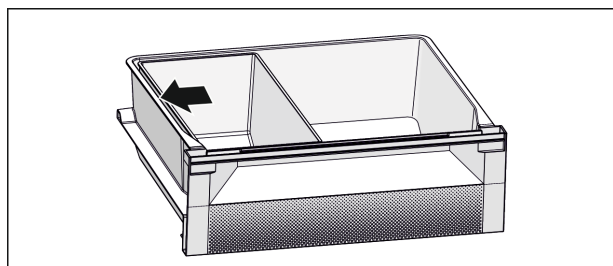

Fig. 7
- ▶ За оптимална охлаждаща функция: Позиционирайте тавичката Fish & Seafood съгласно фигура (виж Fig. 7).